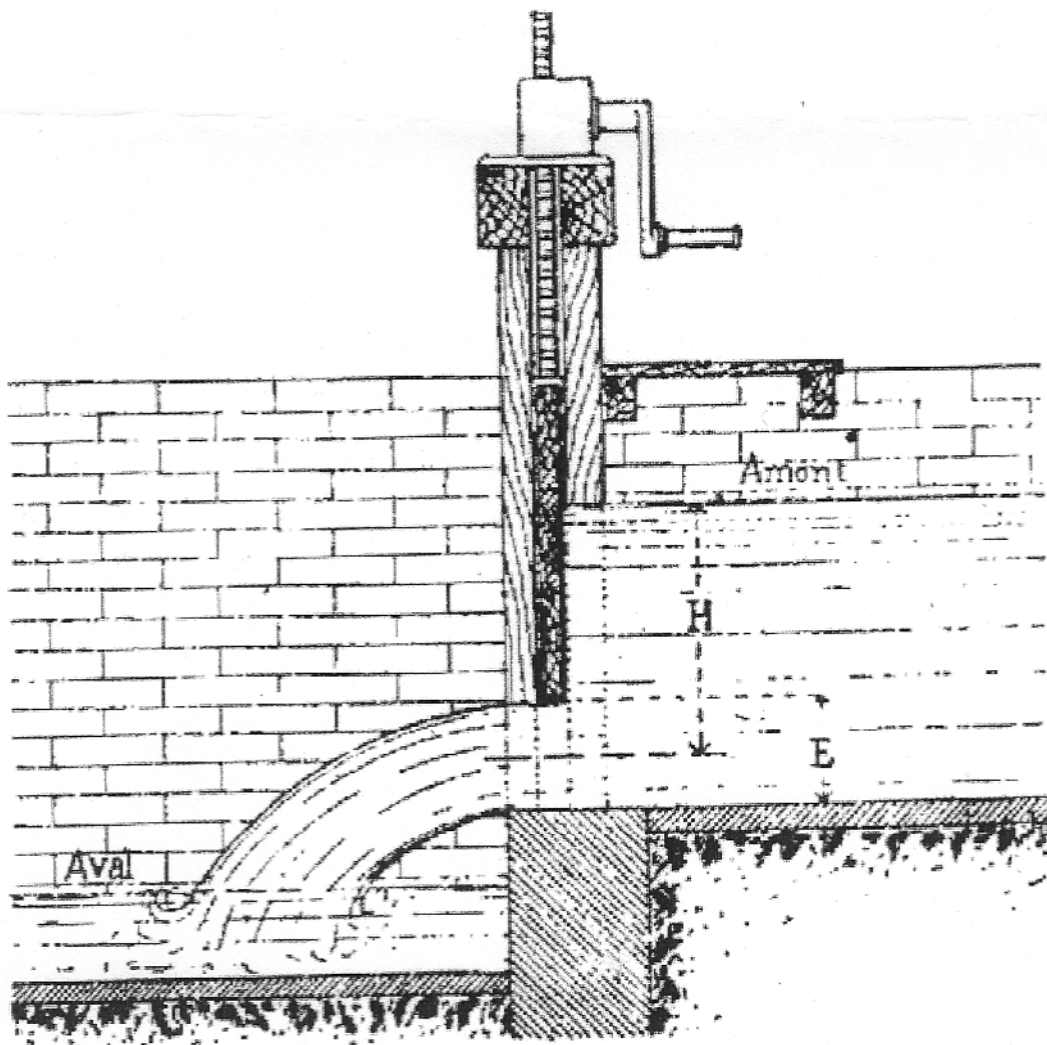

FIG. 1. — Déversoir avec vanne sous pression.
- Ce moyen de déterminer le débit des rivières est commode, car il est rare que les usines possédant une force hydraulique n'aient pas une vanne où l'on puisse faire cette expérience. On lève la vanne et on la règle à la hauteur voulue pour qu'il s'échappe de cet orifice juste la quantité d'eau à mesurer (fig. 1). On prend la précaution de laisser l'eau s'écouler pendant un certain temps afin de s'assurer qu'il n'y a pas diminution ou augmentation du niveau d'amont, ce qui serait une preuve que la quantité d'eau débitée par l'ouverture de la vanne ne correspond pas au débit normal de la rivière.